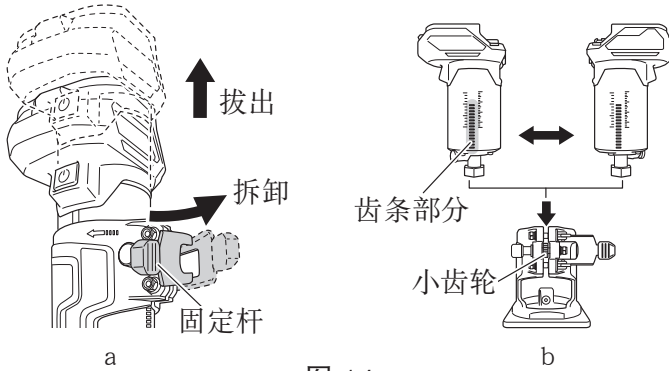

图 14
- (1) 将固定杆朝拆卸侧倾斜，然后从主体上拆下底座组件。(图 14-a)
- (2) 旋转 180 度，放回底座组件，然后将固定杆朝固定侧倾斜。(图 14-b)